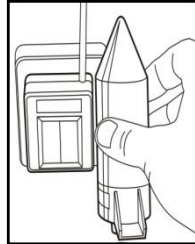

Fig 3
- 2) Placer l'émetteur vert verticalement contre le récepteur, l'étiquette bundalert de l'émetteur face au récepteur, (voir fig. 3) les points noirs se trouvant l'un contre l'autre.